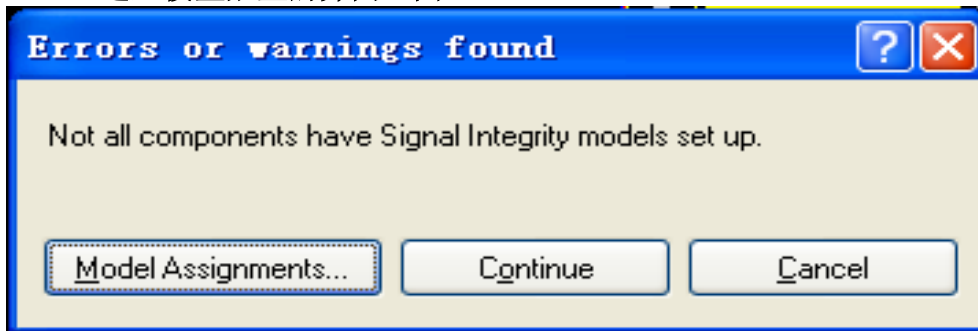
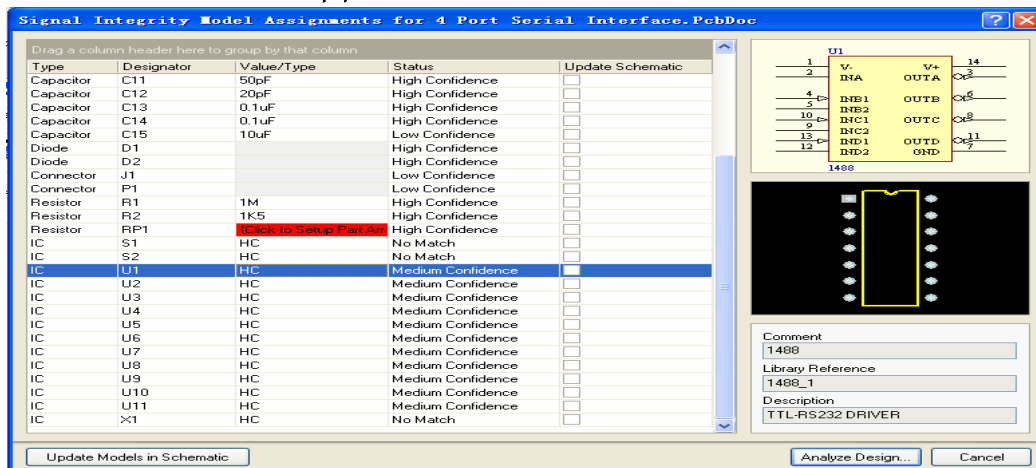
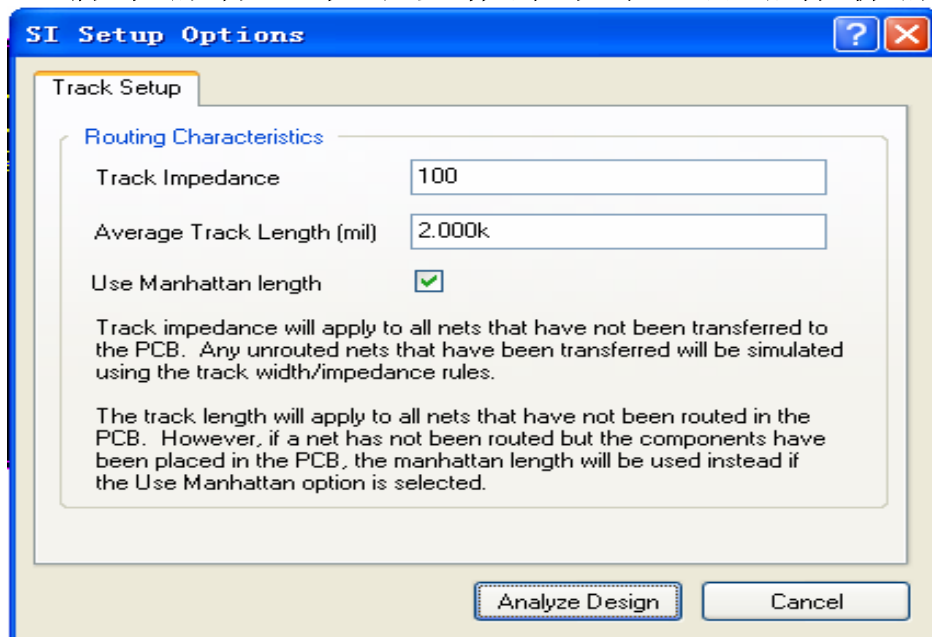

图 6
图 7
图 10
- 选择 Tools\Signal Integrity..., 在弹出的窗口中(图 6)选择 Model Assignments..., 就会进入模型配置的界面 (图 7)。
- 在图 7 所示的模型配置界面下, 能够看到每个器件所对应的信号完整性模型, 并且每个器件都有相应的状态与之对应, 关于这些状态的解释见图 8:
- 二、在图 7 所示的窗口，选择左下角的 Update Models in Schematic，将修改后的模型
- 三、在图 7 所示的窗口，选择右下角的 **Analyze Design...**，在弹出的窗口中（图 10）保留缺省值，然后点击 **Analyze Design** 选项，系统开始进行分析。